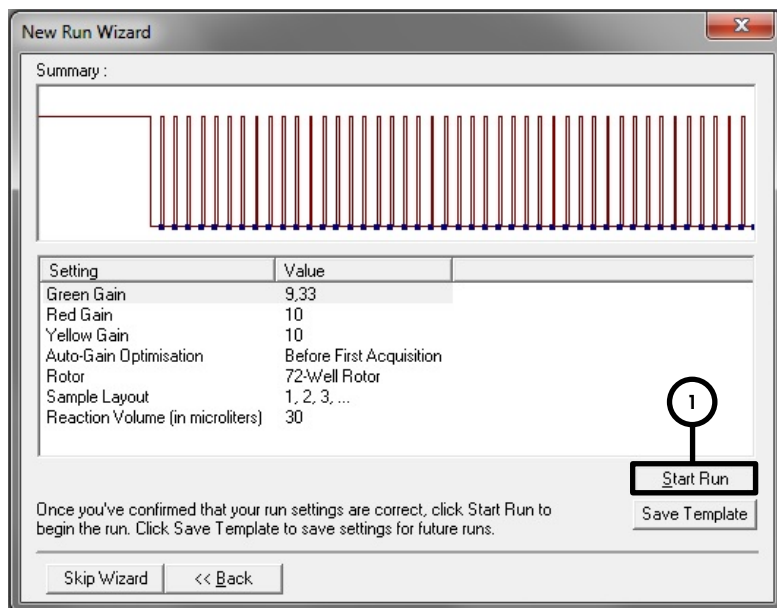

Figure 8. Démarrage du cycle.
Démarrage du cycle	Figure 8
11. Les valeurs de gain déterminées par l'étalonnage des canaux sont automatiquement enregistrées et répertoriées dans la dernière fenêtre de menu de la procédure de programmation (figure 8). Cliquer sur **Start Run** (Démarrer le cycle).